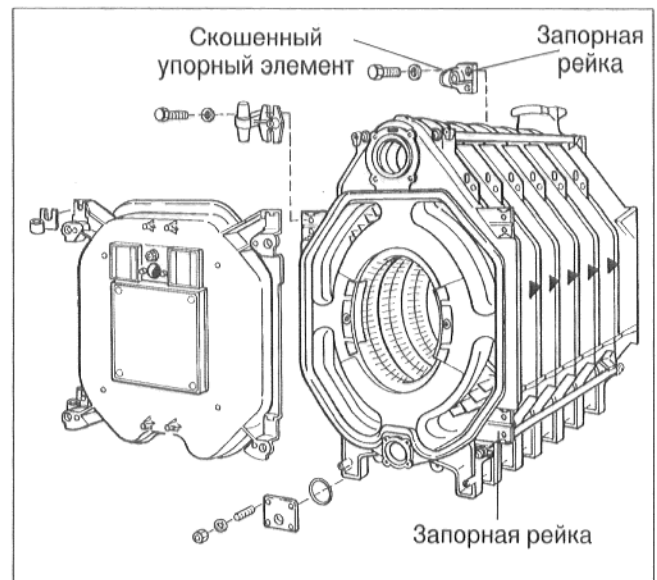

Рис. 23: на рисунке не изображен монтаж производимый на заводе.
- Привинтить каждую запорную рейку, с упорным скошенным ребром для дверцы горелки, двумя винтами М 12 х 55 к переднему элементу, соответственно рис. 23 (справа). Скошенная упорная часть должна всегда находиться на внутренней части котла. Если дверца должна быть подвешена слева, то монтаж производится соответственно справа.